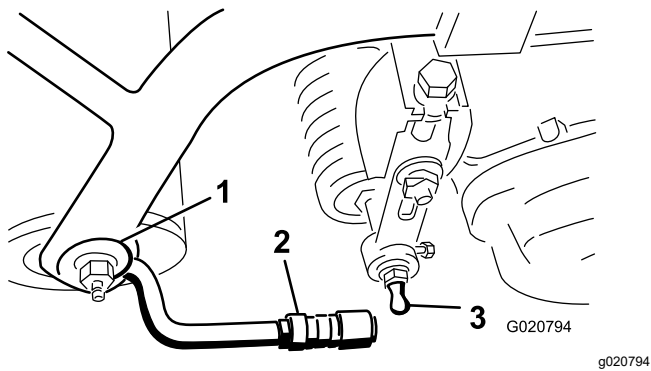

図 6
3. スリーブをボールジョイントの位置まで引き戻し、レシーバーをカッティングユニットのボールスタッドに引っ掛ける。スリーブから手を離すとスタッドとジョイントが結合してロックする **図 6**。